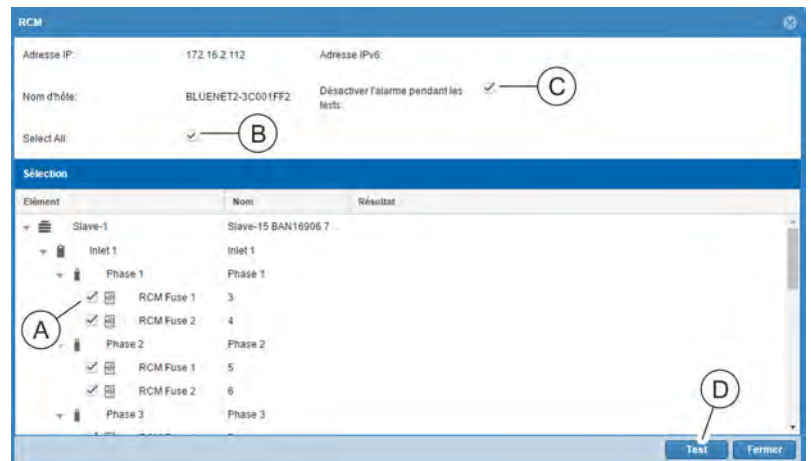

Fig. 107 : Fenêtre « RCM »
3. ➤ Sélectionner les différents RCM à tester (Fig. 107 /A).
Il est également possible de sélectionner tous les RCM à tester en cochant la case « Select All » (Fig. 107 /B).
4. ➤ Si nécessaire, décocher la case « Désactiver l'alarme pendant les tests » (Fig. 107 /C) afin d'activer le déclenchement de chaînes de signaux pendant le test.
5. ➤ Appuyer sur le bouton « Test » (Fig. 107 /D) dans la fenêtre « RCM ».